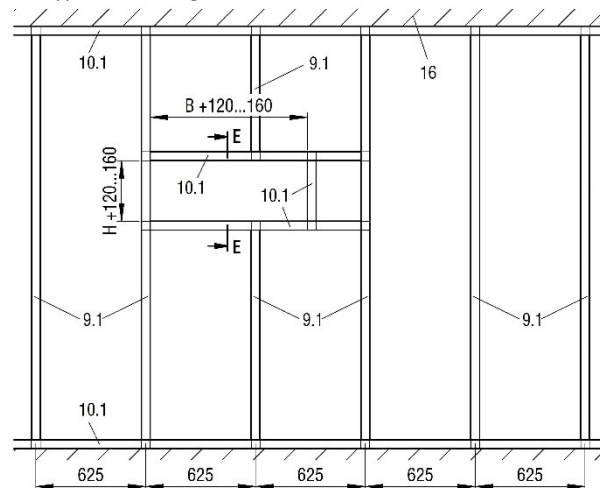

Figure 19 : Ossature métallique avec les pièces de remplacement nécessaires pour le montage scellé (cloison pour gaine technique)
- Réaliser l'ossature métallique et le mur conformément aux instructions du constructeur du mur et aux modifications nécessaires selon Figure 19.
- Réaliser l'intrados (pos. 20.1) sur tout le pourtour à l'aide des plaques en placoplâtre GKF 20 mm et les visser sur tous les côtés du cadre en profilés métalliques (pos. 19.1 - fixation : par ex. vis à fixation rapide \varnothing 3,5 x 35 mm ; distance entre les vis \leq 250 mm, mais au moins 2 vis par côté).
- Insérer le mortier (pos. 13 ; profondeur du joint de mortier 130 mm au minimum) dans la fente annulaire entre le boîtier du BKP-EN et l'intrados sur le pourtour (pos. 20.1).